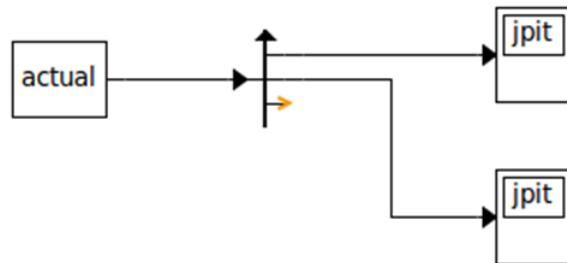

図 44: 測定データのグラフを描画するためのブロック線図
10. 測定データのグラフを描画するため、ワークスペース内にある ShowData.jamox を読み込む。図 44 にブロック線図を示す。